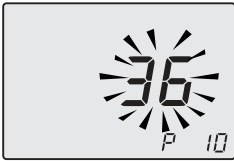

Figura 5.51
- Desplace los parámetros mediante los botones 18 o 19 hasta que aparezcan en el display LCD las letras **P10** y el valor del parámetro, indicando que se ha entrado en el "parámetro 10" (Figura 5.51).